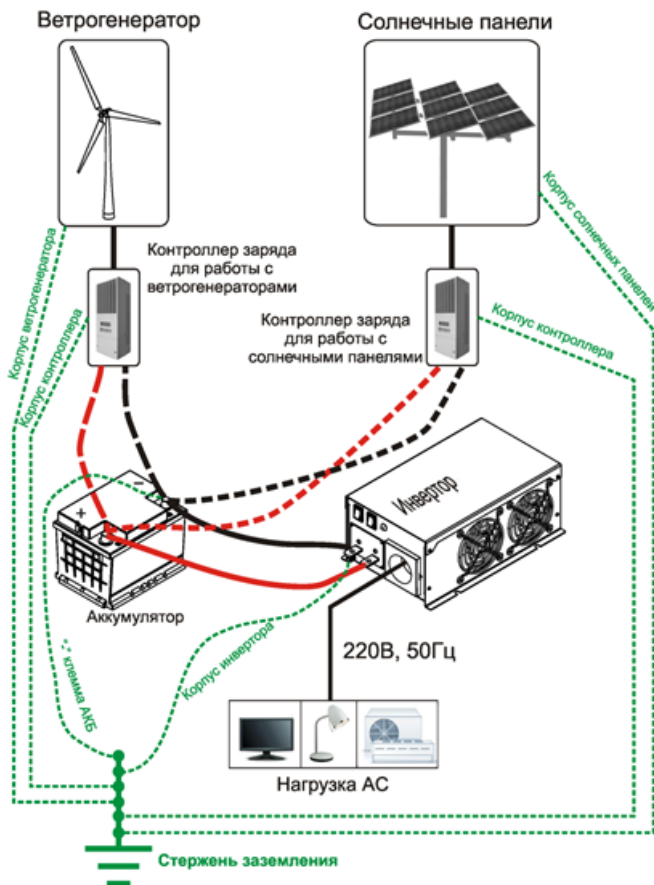

Рисунок 4 – Схема подключения инверторов серии СибВатт к системам альтернативной энергетики
8.5 Схема подключения инвертора в системе питания от альтернативных источников энергии указана на рис.4 (при построении систем бесперебойного питания с использованием альтернативной энергетики необходимо выполнять рекомендации).